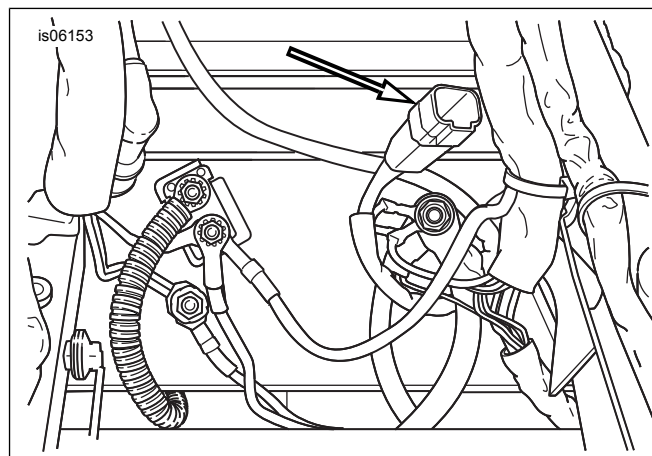

Figura 1. Localização do conector de acessórios [4] embaixo do assento
10. Localize o conector de acessórios de quatro pinos [4] na área embaixo do assento. Veja a Figura 1. Remova o tampão do conector de acessórios. Conecte o chicote de fios do inserto do estribo no conector de acessórios.